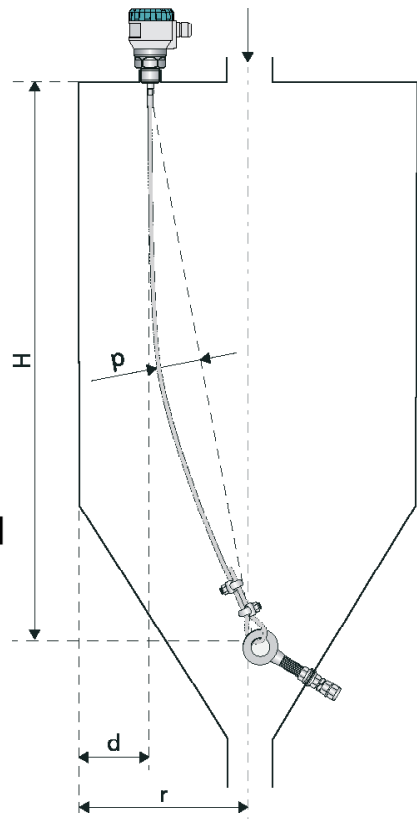

Abb. 20: Empfohlene Installation des Produkts mit Verankerung auf der gegenüberliegenden Siloseite
- Bei Schüttgut werden die Seilelektroden auf der gegenüberliegenden Seite des Behälters (Silos) verankert, um das Seil mit Durchbiegung anzubringen, siehe Abb. 20. Empfohlene Minstdurchbiegung  $p = H/100$  [mm]. Diese Installation erhöht die Zugbelastbarkeit des Seils.
auf der gegenüberliegenden Siloseite (Abb. 20)	beliebig
Bei einer starken umgebenden elektromagnetischen Störung, Parallelverlegung des Starkstromkabels oder seiner Länge über 30 m muss das Produkt geerdet und ein geschirmtes Kabel eingesetzt werden. Die Kabelabschirmung ist an der Seite der Stromversorgungsquelle zu erden oder an die innere Anschlussklemme mit Bezeichnung  $\perp$  anzuschließen, siehe Abb. 20 und 22 (die Kabelschirmung stets an einer Stelle anschließen).